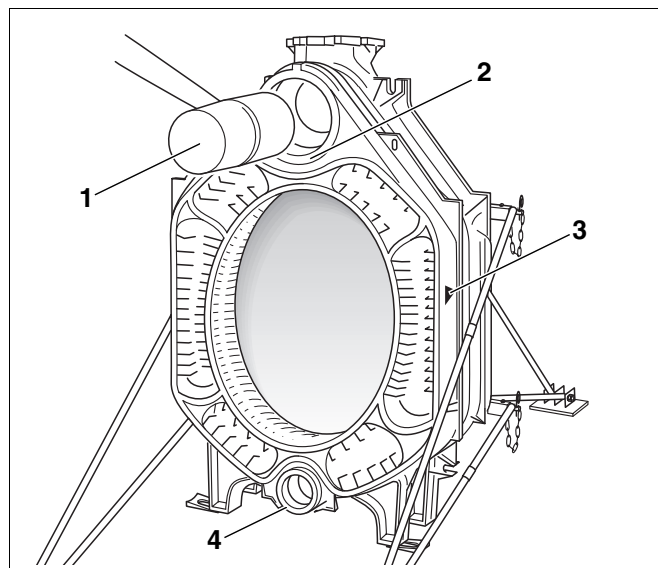

Abb. 18 Mittelglied anschlagen
- Mittelglied mit der oberen und unteren Nabe (Abb. 18, **Pos. 2** und **4**) auf die Nippel im Hinterglied setzen, wobei der Einbaurichtungspfeil (Abb. 18, **Pos. 3**) nach hinten zeigen muss.
- Erstes Mittelglied mit einem Holz- oder Hartgummihammer (Abb. 18, **Pos. 1**) an das Hinterglied anschlagen.